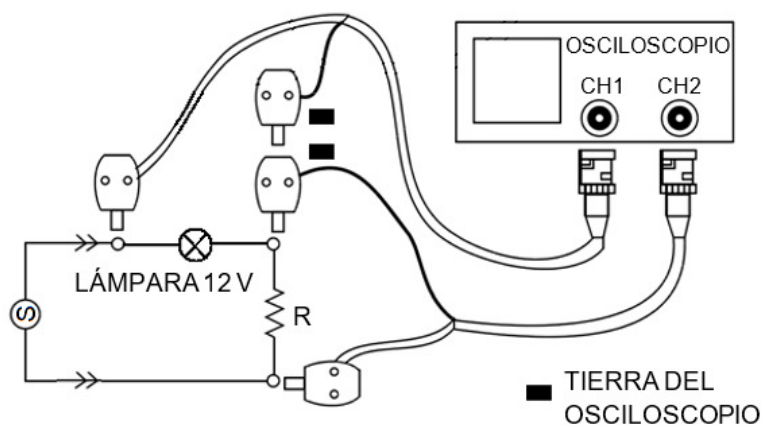

Figura 15.2: Circuito ensamblado con el osciloscopio, el foco y la resistencia R
- 1) Usando el transformador 220/6V, ensamble el circuito de la figura 15.2. En este caso R es la resistencia conocida de 1 W. Coloque el control 21 del osciloscopio en CHA para observar la dependencia respecto del tiempo del voltaje a través del filamento del foco. Coloque el control 21 en CHB para observar la dependencia (respecto del tiempo) de la corriente a través del filamento del foco. No olvide que el control 30 debe estar en posición “hacia afuera”.